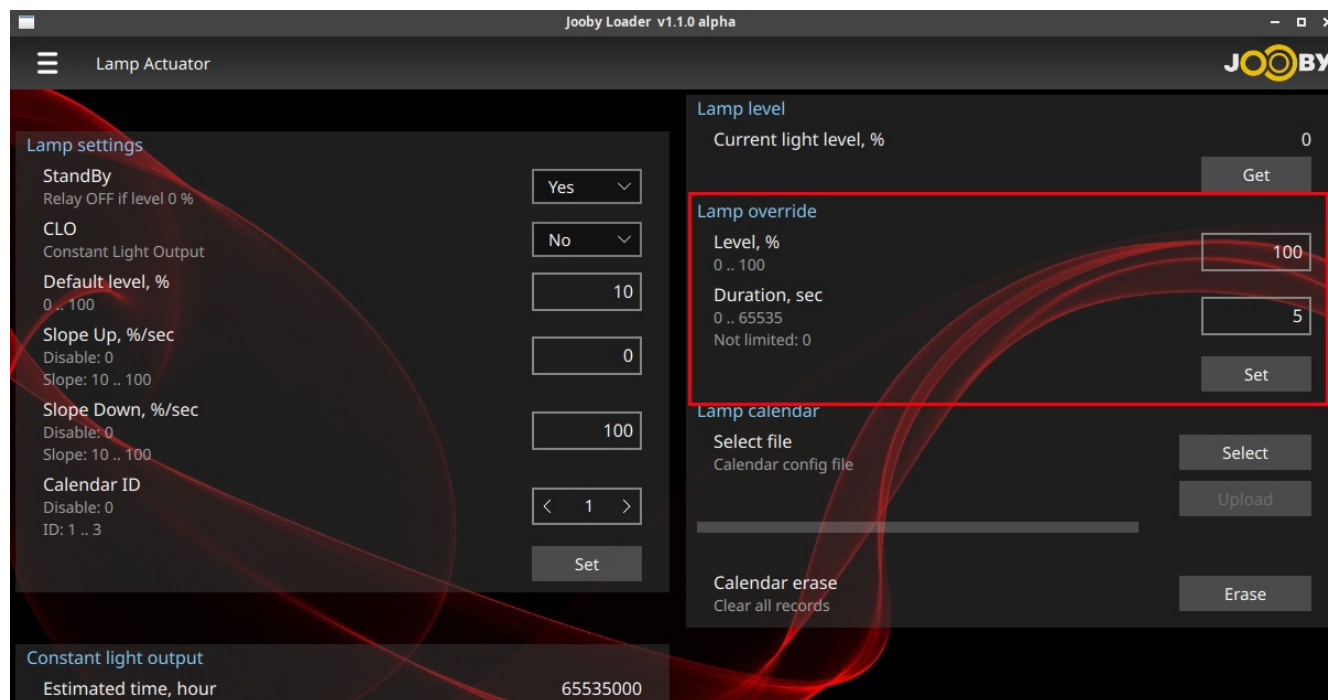

Рисунок 6
- ✓ установить яркость **0 % на 5 секунд** (рисунок 6) - при этом фонарь должен погаснуть с различимым на слух щелчком силового реле, потом опять засветиться с различимым на слух щелчком силового реле
- ✓ установить яркость **10 % на 10 секунд** (рисунок 6) — при этом все секции фонаря должны уменьшить свою яркость